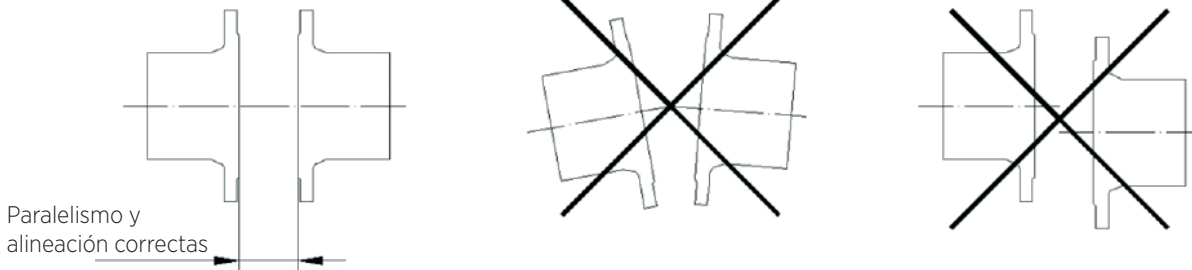

Fig. 1
- Se debe tener especial cuidado en respetar la distancia correcta entre las bridas y que estén correctamente alineadas y paralelas (fig. 1).